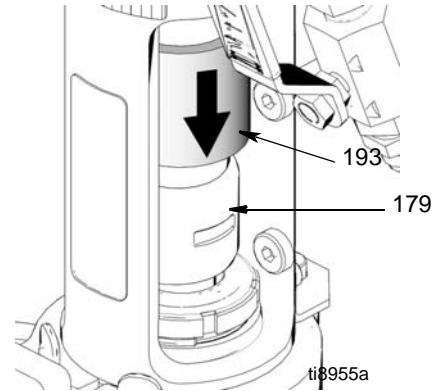

FIG. 25
6. (Abb. 25) Kupplungsabdeckung (193) nach unten über die Stangenkupplungen (179) schieben.